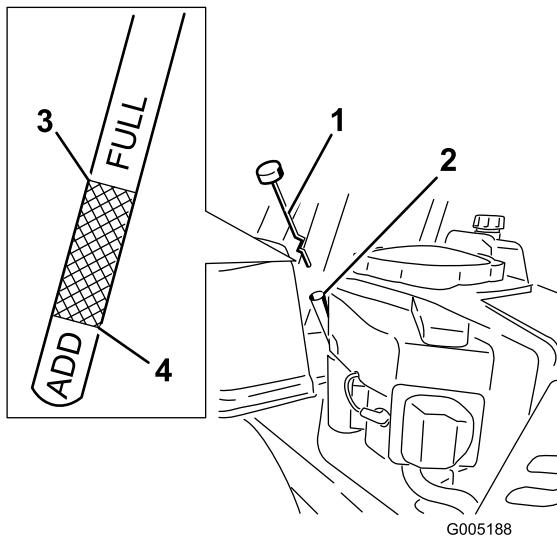

Figure 29
- Enlevez le bouchon de remplissage/la jauge de niveau d'huile et essuyez-la sur un chiffon. Remettez la jauge en place en l'enfonçant au maximum (Figure 29).
- Sortez de nouveau la jauge et vérifiez le niveau d'huile. (Figure 29).
8. Enlevez le bouchon de remplissage/la jauge (Figure 29).
14. Versez avec précaution environ 80% de la quantité d'huile spécifiée dans le goulot de remplissage (Figure 29)
15. Remettez le bouchon de remplissage/la jauge en place (Figure 29).
16. Vérifiez le niveau d'huile (Figure 29) (voir Contrôle du niveau d'huile).
18. Remettez le bouchon de remplissage/la jauge et serrez à fond (Figure 29).